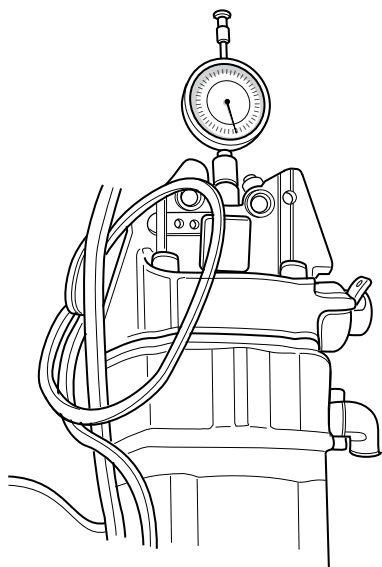

Fig.50
3. Dal P.M.S., con un comparatore inserito nel foro candela (Fig.50), con valvole chiuse si fa ruotare il rotore in senso antiorario fino a che la spina inserita vada a fondo (posizione di allineamento fra rotore e statore). In tale posizione il pistone deve essere sceso di **8 mm.** dal P.M.S. (tale controllo avviene leggendo il comparatore).
3. From the P. M. S., with a inserted comparator in spark plug hole (Fig. 50), with valves closed, it rotating counter-clockwise the rotor until that inserted pin go at bottom (position of alignment between rotor and stator). In such position the piston has to have descended of **8 mm** from the P. M. S. (the check it happens reading compa-rator).
3. Par comparateur inséré dans le trou bougie (fig.50) avec soupapes fermées faire tourner le rotor du point mort haut en sens contraire aux aiguilles d'une montre de sorte que la cheville soit à fond (alignement entre rotor et stator): le piston doit être **8 mm**. dessus le point mort haut (lire la valeur sur le comparateur).